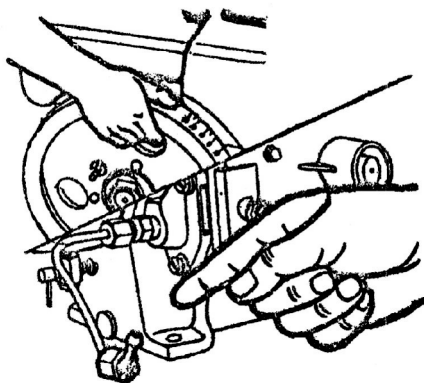

рис. 11
**b.)** Открутите три болта, фиксирующие выпрыскивающий насос, и снимите насос. После этого отрегулируйте впрыск топлива, увеличив количество регулировочных шайб. Обычно, добавление или снятие одной регулировочной шайбы толщиной 0,1 мм приводит к опережению или задержке впрыска на  $1^\circ$  (Рис. 11).